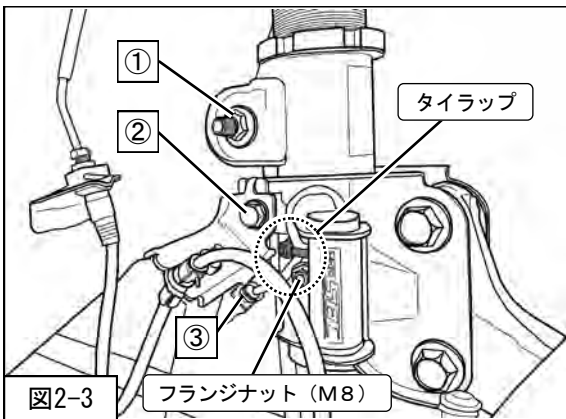

図2-3
を使用し、SECを取付けてください。(図2-3)
をSECに取付けてください。(図2-3)
に固定してください。(図2-3)
※SECを取付けない場合は、取外した③エレクトリックダンパーコネクタに防水を施し、ABSセンサハーネスにタイラップ等で固定してください。(図2-3)
- 8. ②ブレーキホースブラケット取付ボルト(締付トルク: 33N・m)
を取付けてください。(図2-3)